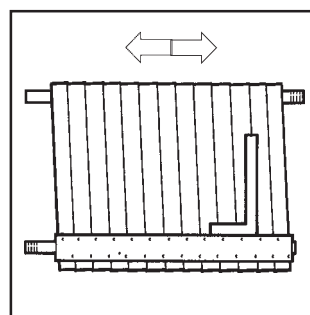

Fig. 12
Het verwarmingslinchaam is gemonteerd maar niet aangespannen. Men mag het lateraal laten bewegen om de spelingen gelijk te verdelen (Fig. 12).
- Of de retourcollector van de Retourleiding loodrecht op de elementen staat (Fig. 12).